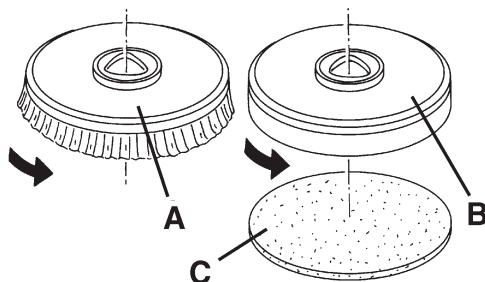

Figure 2
1. Sur la machine, et la brosse (A, Fig. 2) et le plateau support disque (B) avec disque (C) peuvent être installés, en fonction du traitement à effectuer sur le sol.
2. Introduire la clé de contact de la machine (80) et la tourner en position "I".
3. Porter au minimum le régulateur de vitesse (84), si équipé, en le tournant dans le sens contraire aux aiguilles d'une montre.
4. Positionner la brosse (A) ou le plateau support disque (B) sous la tête (18).
5. Baisser la tête sur la brosse / plateau support disque en appuyant sur la pédale (11).
6. Positionner la clé de contact (80) sur "I".
7. Appuyer sur le bouton-poussoir de rotation brosse / plateau support disque (71).
8. Appuyer sur les boutons-poussoirs (83) pour permettre l'accrochage de la brosse / plateau support disque, puis les relâcher. Si besoin est, répéter la procédure jusqu'à l'accrochage de la brosse / plateau support disque.